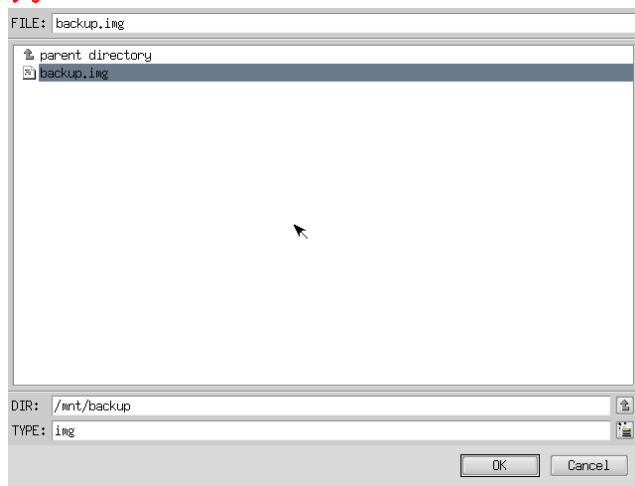

図 6-4-4. ファイル参照画面
- ⑧ ファイル参照画面（図 6-4-4）が表示されます。⑥で接続したメディアは、/mnt にマウントされているので、/mnt 以下から目的のファイルを探してください。[OK]を押すとファイル選択画面にもどります。